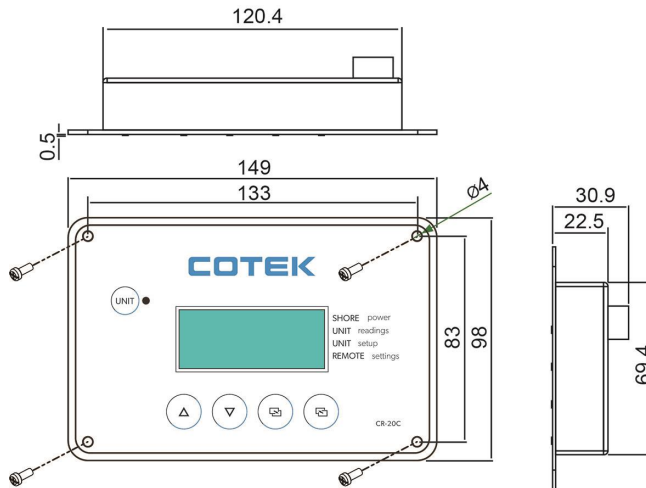

Fig. 1 (Unit: mm)
- Befestigen Sie die Fernbedienung mit den 4 mitgelieferten Schrauben an der Wand. siehe Abbildung 1